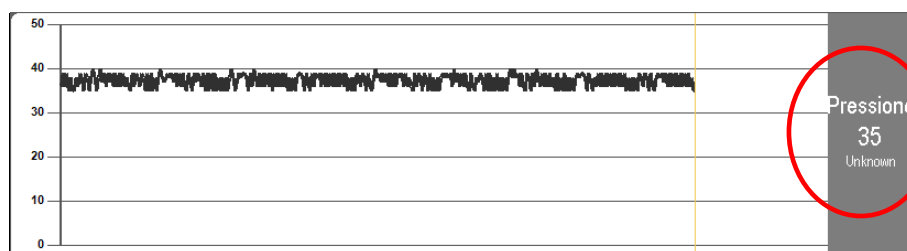

Fig 25
- la pressione dei circuiti (Fig 25).